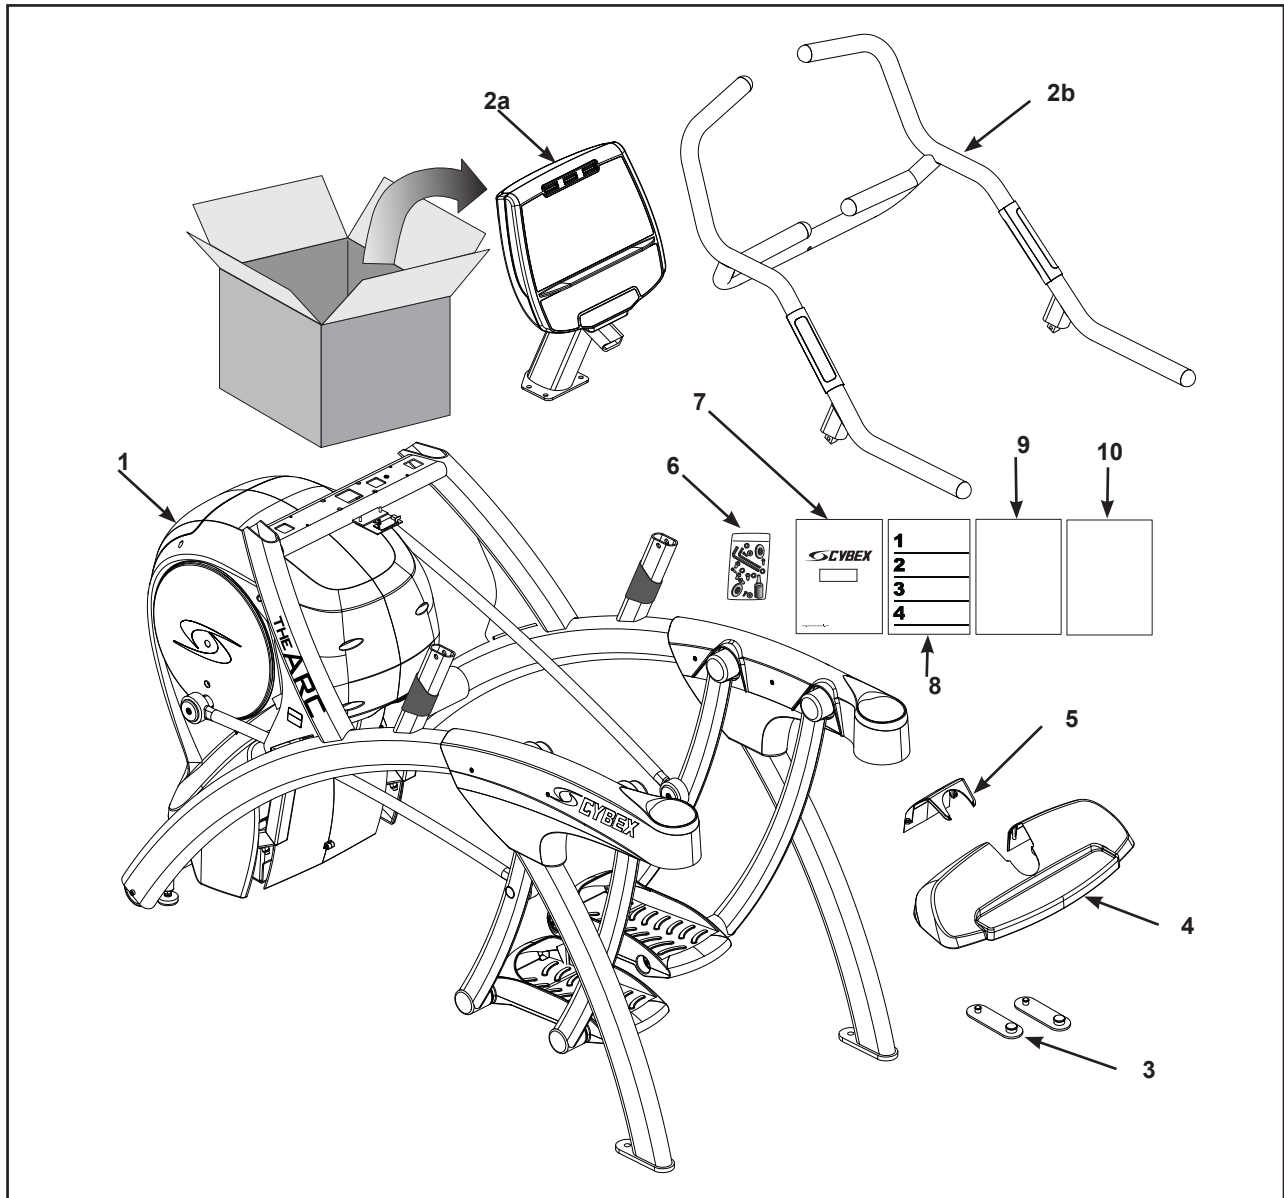

Figure 1a (750A)
- A. Pour la vérification du contenu du carton du 750A, reportez-vous à la liste associée et à la figure 1a.